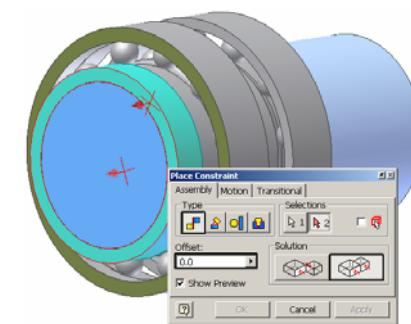

Figura 3.11.16.
- aliniere **Type - Mate, Solution – Flush, Offset = 0** suprafață circulară stânga **arbore** cu suprafață laterală circulară stânga **inel rulment:2**; intrarea **Browser Bar** se va redenumi **Flush FSARB-FSInel2**, figura 3.11.16.